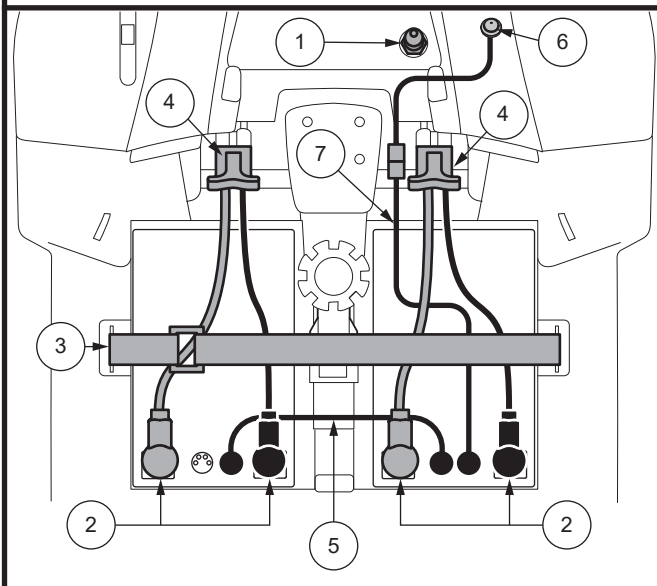

Figure 12. Enlèvement/installation des batteries et connexions
3. Débranchez les deux faisceaux de batterie en retirant chaque faisceau de sa fiche correspondante. **Voir la figure 12.**
7. Placez une nouvelle batterie dans chaque puits en prenant soins d'aligner les bornes de la batteries droite près du mât de siège et les bornes de la batterie de gauche loin du mât avec les bornes positive (+) et négative (-) de la batterie positionnées comme indiqué sur la **figure 12.**
MISE EN GARDE! En cas d'urgence, les batteries peuvent être rapidement déconnectées en tirant vers l'AVANT sur la sangle de déconnexion d'urgence de la batterie. Faites attention. Sachez que couper l'alimentation du scooter peut provoquer un arrêt brusque du scooter. Pour libérer l'arrêt d'urgence et restaurer la capacité de conduite du scooter, retirez le siège et le carénage de la batterie, puis rebranchez le connecteur de la batterie comme illustré à la Figure 12.
NOTE: le cas échéant, assurez-vous que le coupe-batterie est en position « on » (-) avant de charger votre batterie du véhicule. La batterie ne se chargera PAS si le coupe-batterie est en position « arrêt » (O). Voir figure 12.
AVERTISSEMENT! En cas d'urgence, les batteries peuvent être rapidement déconnectées en appuyant sur le coupe-batterie en position « off », ce qui fera apparaître le bouton. Faites attention. Sachez que la mise hors tension du scooter peut provoquer un arrêt brusque du scooter. Pour libérer l'arrêt d'urgence et restaurer la capacité de conduite du scooter, appuyez à nouveau sur le bouton de déconnexion de la batterie, en l'enfonçant en position « marche ». Voir la figure 12.